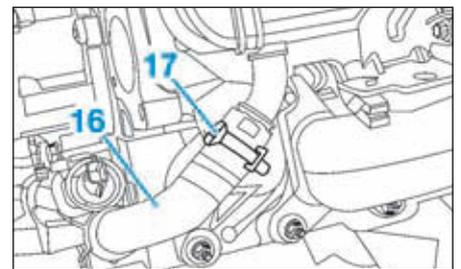

FIG.64
- Mettre en place un pince-durit sur la durit (16) (Fig.64).
- Ecarter le collier (17) et désaccoupler la durit (16).